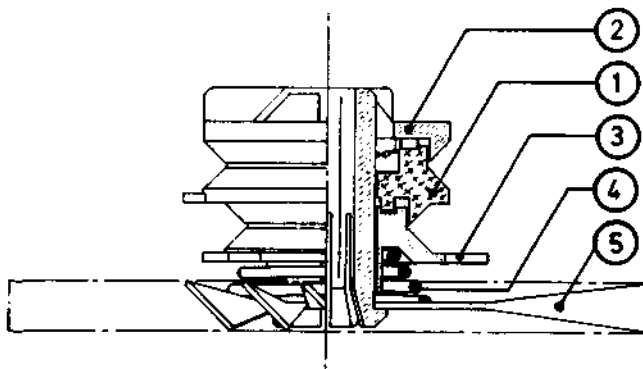

Abb. 9: Einstellbares Antriebsrad
Antriebsrad (siehe Abb. 9)
Die Motorwelle trägt ein fünfteiliges kombiniertes Lüfter- und Antriebsrad. Das Antriebsrad (drei Teile) wird durch eine Druckfeder ④ gegen das Lüfterrad ⑤ zusammengehalten. Der wirksame Durchmesser der beiden Keilnut-Laufflächen läßt sich über zwei innenliegende sechsstufige Rastkurven verändern. Hiermit wird die Geschwindigkeits-Feineinstellung vorgenommen (siehe Abb. 9).